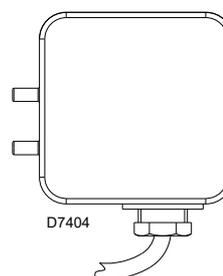

Fig. 24
- Regolare il pressostato aria (Fig. 24) ad inizio scala.
Eseguire la regolazione del pressostato aria (Fig. 24) dopo aver effettuato tutte le altre regolazioni del bruciatore con il pressostato aria regolato a inizio scala.